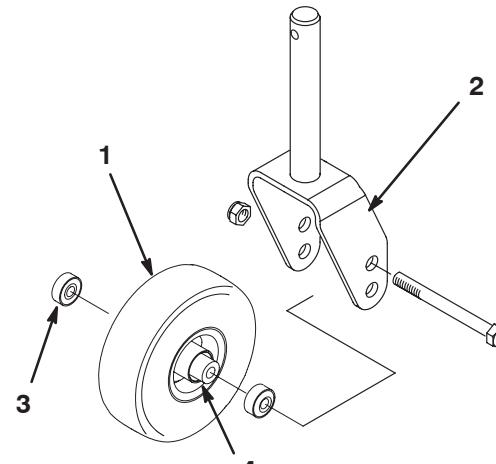
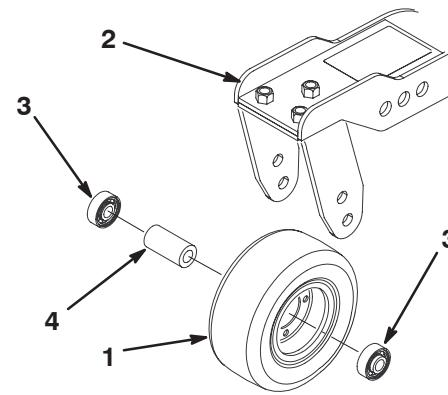

Bild 81
Bild 82
- Entfernen Sie die Sicherungsmutter von der Kopfschraube, mit der die Laufradgruppe in der Mitte der Laufradgabel (Bild 81) oder am Laufradgelenkarm (Bild 82) gehalten wird. Halten Sie das Laufrad fest und schieben die Kopfschraube aus der Gabel oder vom Gelenkarm ab.